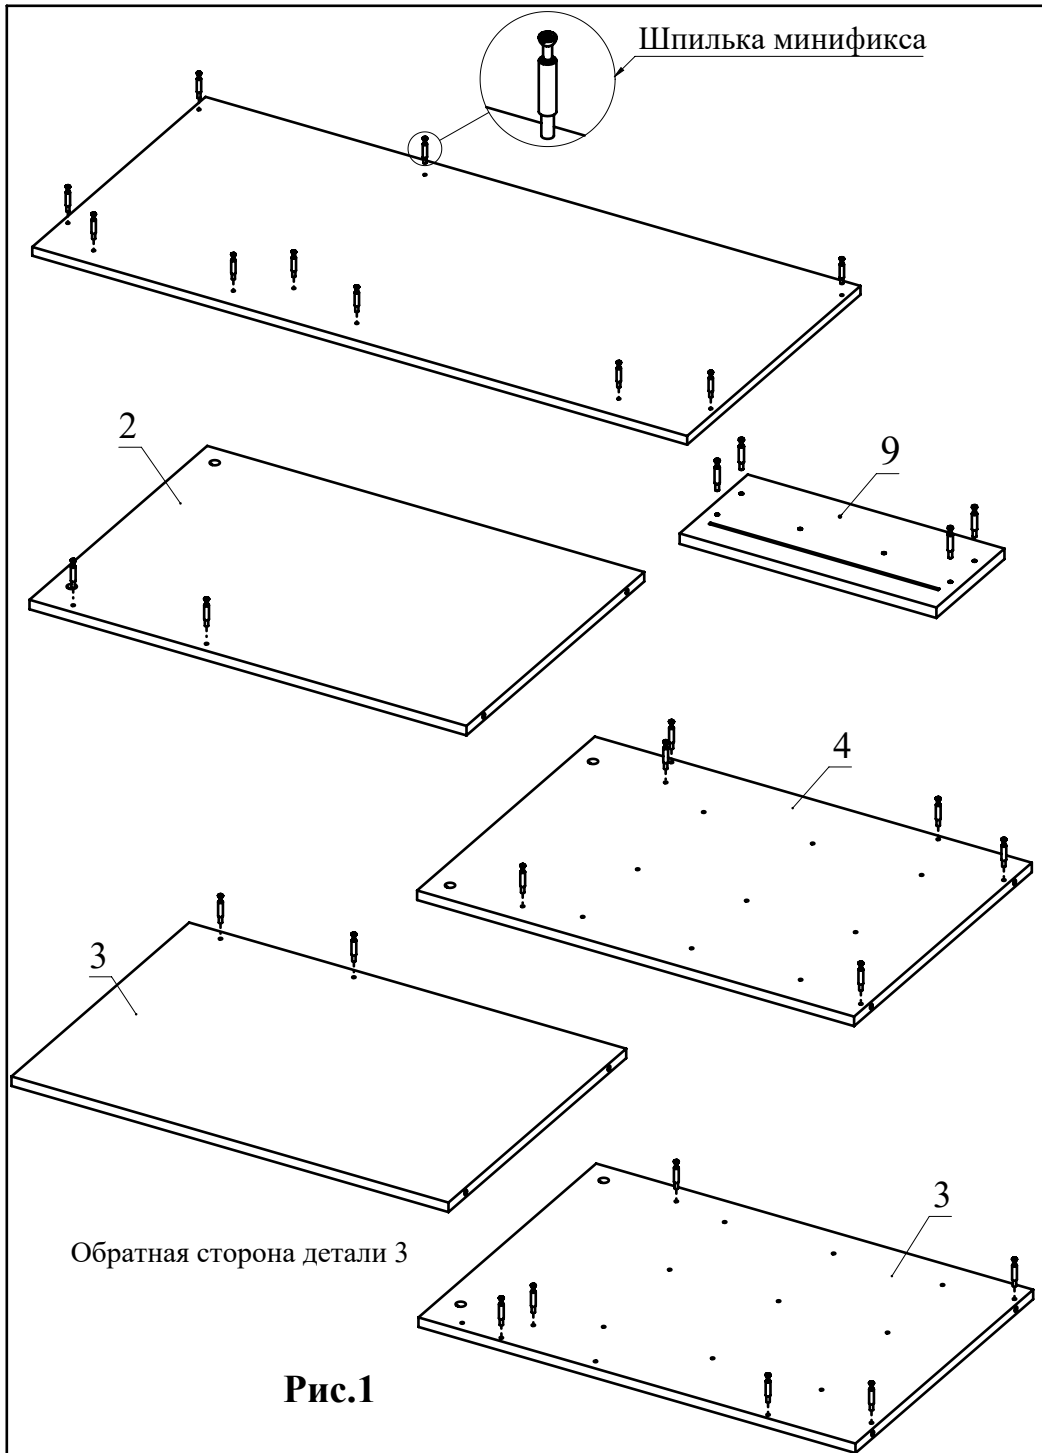

Рис.1
- Вкрутите шпильки минификсов в детали 1, 2, 3, 4, 9 (Рис. 1).